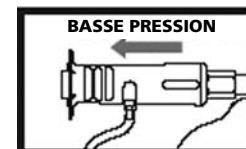

Figure 8
2. Pousser vers l'extérieur sur l'embout noir pour faire en sorte que la lance soit en mode basse pression (Figure 8).